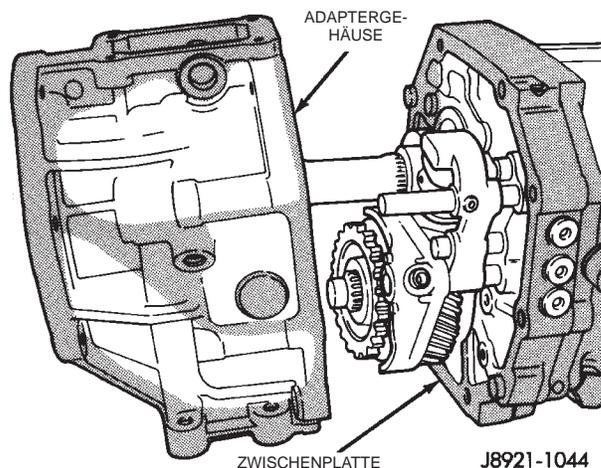

Abb. 38 Adaptergehäuse bzw. Gehäusefortsatz einbauen
(9) Das Adaptergehäuse bzw. den Gehäusefortsatz ausrichten und an der Zwischenplatte ansetzen (Abb. 38). Die Befestigungsschrauben mit einem Anzugsmoment von 34 N·m (25 ft. lbs.) festziehen.